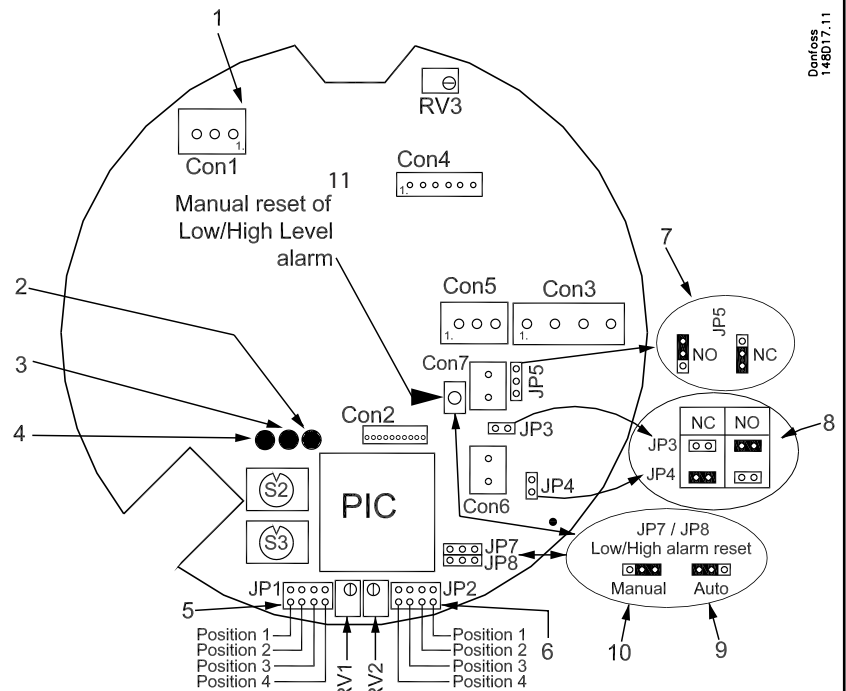

fig. 6
Sæt spænding til CON 1, hvorefter den grønne LED begynder at lyse (ON) (fig. 6).
(fig. 6)
Manuel nulstilling / automatisk nulstilling af alarm for lavt/højt niveau (fig. 6)
Justering af forsinket responstid (fig. 6)